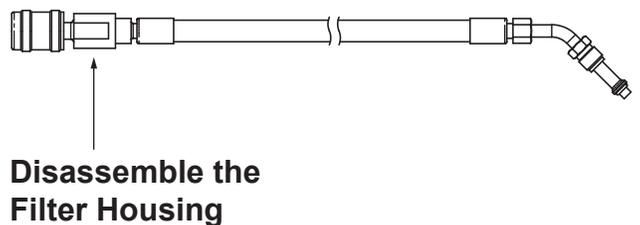

Figure 12
3. Démontez le tuyau de remplissage du réservoir au niveau du boîtier du filtre comme illustré sur la Figure 12.